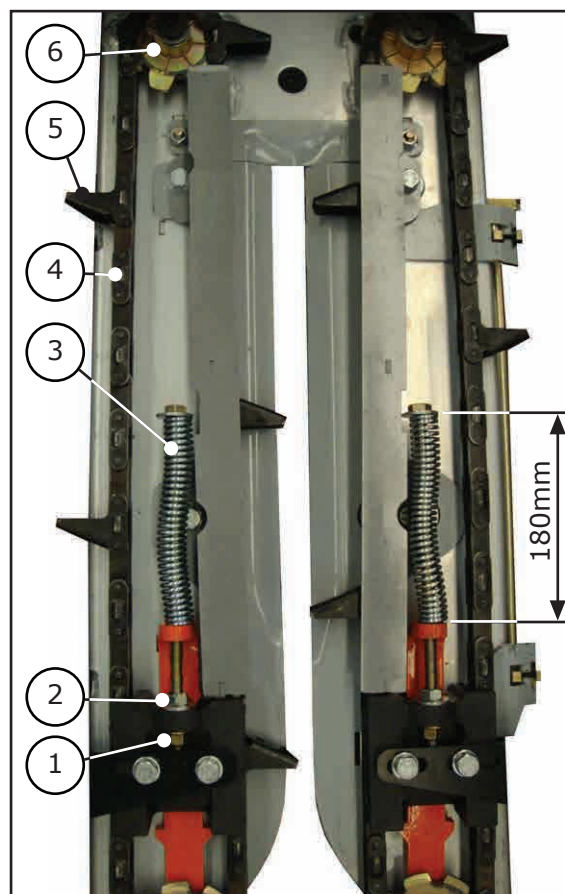

Figura 37
A tensão de trabalho destas correntes é ajustada através da mola (2). A tensão está correta quando o comprimento desta mola for de 180 mm medidos, conforme mostrado na figura 37.
b) Solte a contra porca (1) e aperte a porca (2) até obter a medida correta da mola (3). Após, reaperte a contra porca (2), figura 37.
As correntes (4) possuem aditamentos (5). O sincronismo consiste em montar as correntes nas rodas dentadas (6) de modo que os aditamentos fiquem intercalados entre si (conforme mostrado na figura 37) e nunca frente a frente.